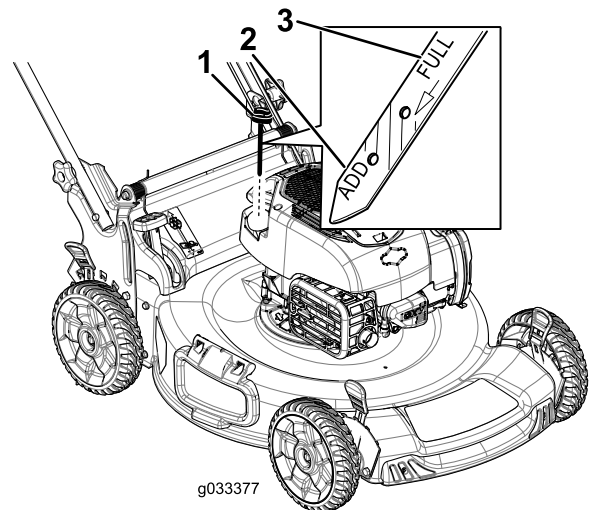

Figure 33
- Tournez le bouchon dans le sens antihoraire et sortez la jauge (Figure 33).
10. Relevez le niveau d'huile indiqué sur la jauge (Figure 33).